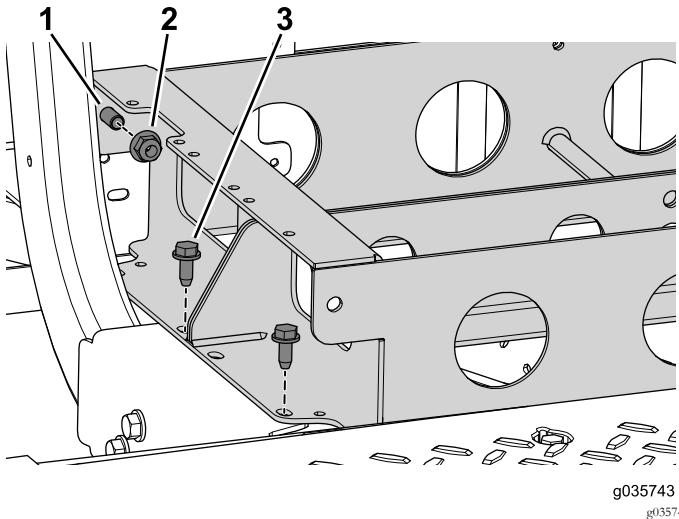

图60
7. 卸下将电池托盘固定到机器的 4 个螺栓图60。
8. 卸下连接前、后电池托盘的 2 个凸缘螺母但不是 2 个螺栓图60。